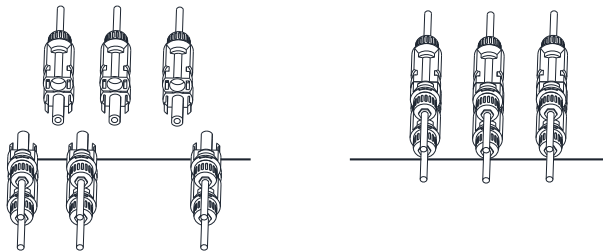

Abb. 5.6 DC-Eingangsanschluss
d) Stecken Sie schließlich die DC-Stecker in den positiven und negativen Eingang des Wechselrichters, wie in Abb. 5.6 dargestellt.